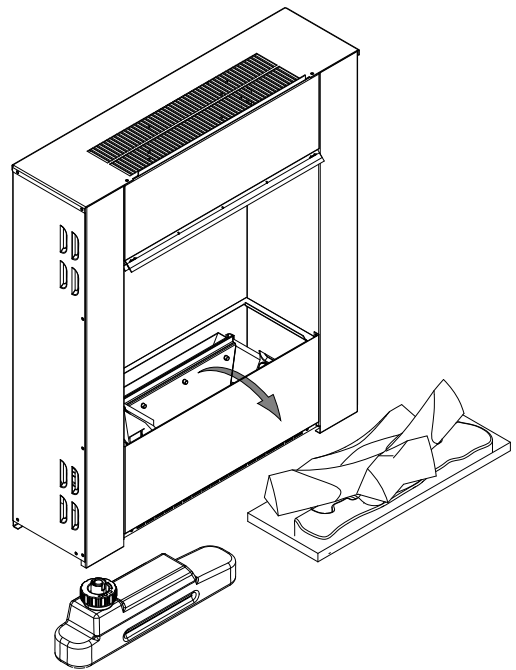
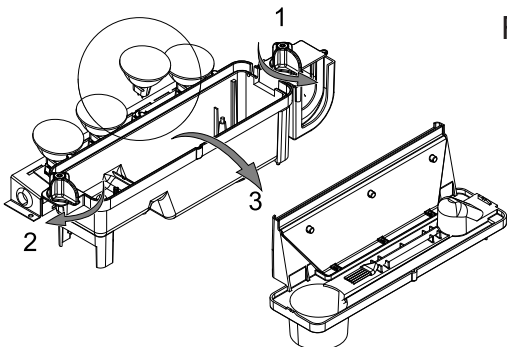

Fig.3
Fig.4
1. Не выключая эффект пламени, поднимите топочную корзину и бак для воды. (см. рис. 3) и выньте насадку (см. рис. 4)